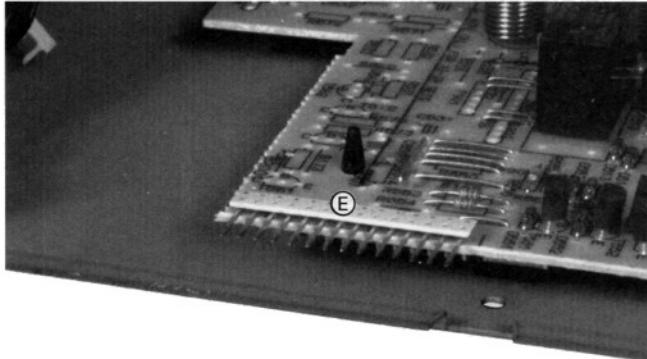

Fig. 3
- Bei Zusammenbau auf richtigen Sitz der Steckverbindung (E) achten (Fig. 3)!
- When assembling the front take care of the the correct position of the connector (E) (Fig.3)!